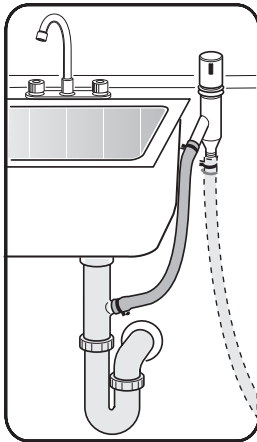

Figure 27
- 4 Sur la connexion de vidange d'un broyeur par un espace d'air, **figure 27.**